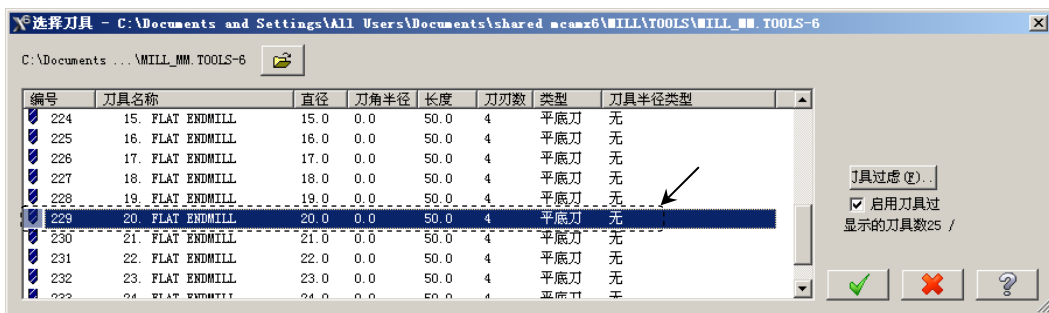

图 13.21 “选择刀具”对话框
Step4. 选择刀具。在“曲面精加工平行铣削”对话框中单击 **选择刀库** 按钮，系统弹出“选择刀具”对话框，在该对话框的列表框中选择图 13.21 所示的刀具。单击 按钮，关闭“选择刀具”对话框，系统返回至“曲面精加工平行铣削”对话框。